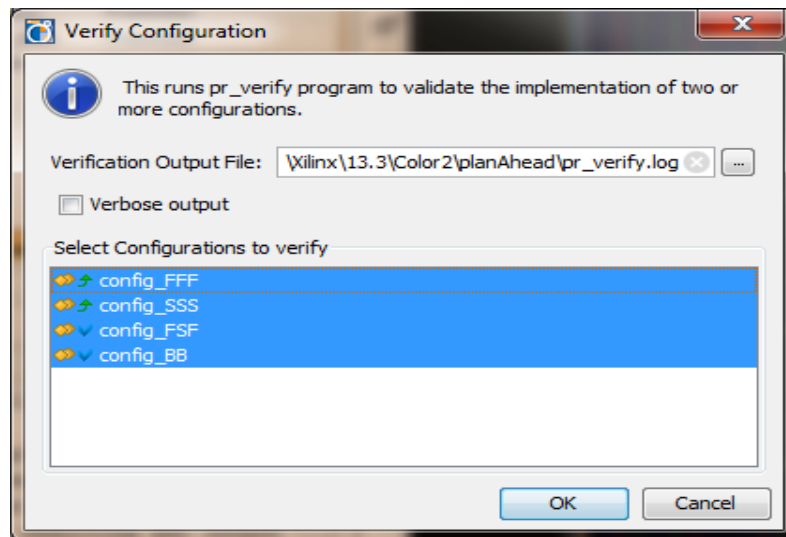

図 4-37：検証するコンフィギュレーションの選択
2. 検証するコンフィギュレーションを選択するダイアログボックスが表示されます (図 4-37)。コンフィギュレーションを選択し、出力ファイルを指定します。